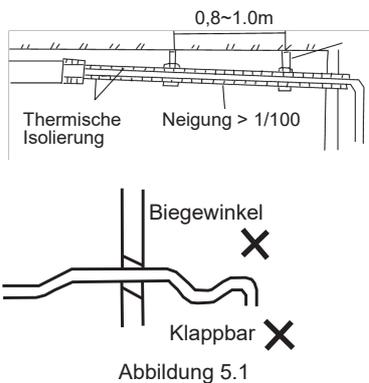

Abbildung 5.1
4. Um den Rückfluss von Wasser in das Innere der Klimaanlage bei Betriebunterbrechung zu verhindern, sollte die Wasserabflussleitung mit einer Neigung von mehr als 1/100 nach unten nach außen (Dränageseite) geneigt sein. Achten Sie darauf, dass das Wasserabflussrohr nicht quillt oder Wasser speichert, da es sonst seltsame Geräusche verursacht. Siehe Abb. 5.1
5. Beim Anschluss der Wasserabflussleitung dürfen die Rohre nicht mit Gewalt gezogen werden, um ein Lösen der Wasserabflussleitungen zu verhindern. Stellen Sie gleichzeitig alle 0,8~1 m einen Halt ein, um zu verhindern, dass sich Kondensatleitungen verbiegen. Siehe Abb. 5.1